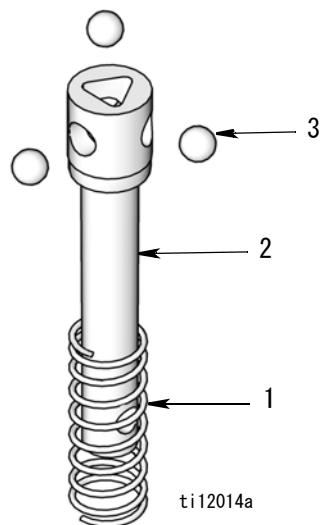

図 42
1. ボール (3) をトリップロッド (2) に挿入します (図 42)。
2. スプリング (1) をトリップロッド (2) 上にスライドさせます (図 42)